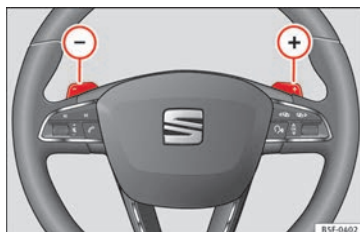

Fig. 191 Volante: palancas para cambio automático.
- Pulse la leva de cambio (+) para insertar una marcha superior »» fig. 191.